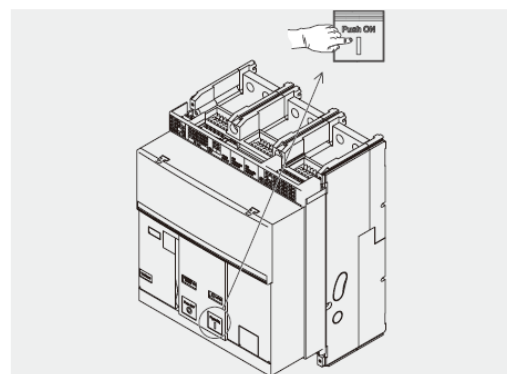

图 21
4. 合闸-按下合闸按钮“O-Push ON”如图 21 所示。